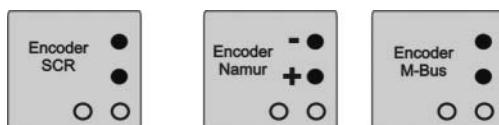

Bild 9: Aufkleber Encoder
- Verwenden Sie zum Anschluss nur ein abgeschirmtes Kabel (DIN EN 60079-14) und achten Sie auf die richtige Pin-Belegung (siehe Aufkleber neben dem Deckel der Klemmbox), Bild 9.